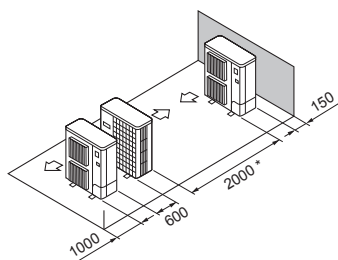

Fig. 2-17
- ⑤ Disposizione di unità singole parallele (Fig. 2-17)